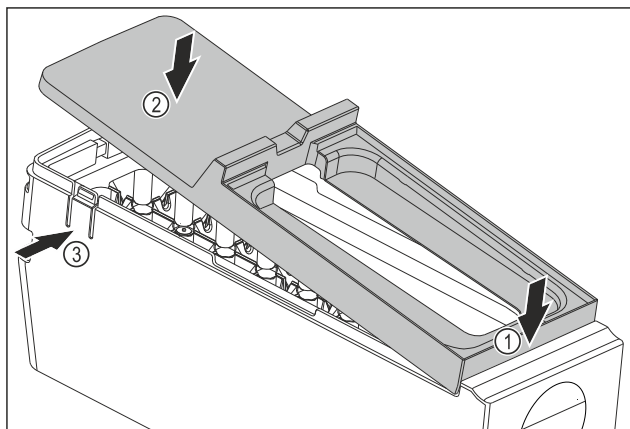

Fig. 81
- Monter le couvercle du corps de l'EasyTwist-Ice : Placer le couvercle à l'avant. Fig. 81 (1)
- Abaisser le couvercle à l'arrière. Fig. 81 (2)
- ▷ L'enclenchement du couvercle dans les deux languettes Fig. 81 (3) se fait entendre.